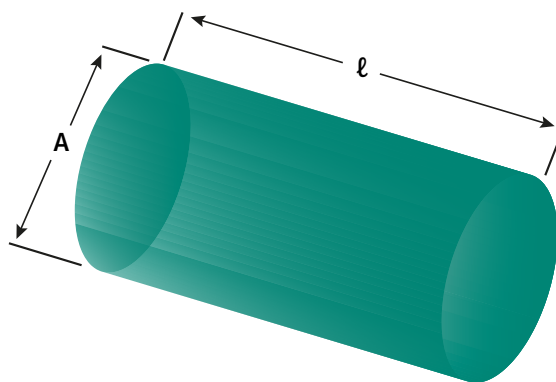

Figura 2.6: Medidas do condutor
Quando dizemos que um material, como o ouro, possui uma resistividade de $2,45 \cdot 10^{-8} \Omega \cdot m$, significa dizer que uma barra de ouro com 1 m de comprimento (ℓ) e 1 m^2 de área de secção reta transversal (A) tem uma resistência de $2,45 \cdot 10^{-8} \Omega \cdot m$ (Figura 2.6).